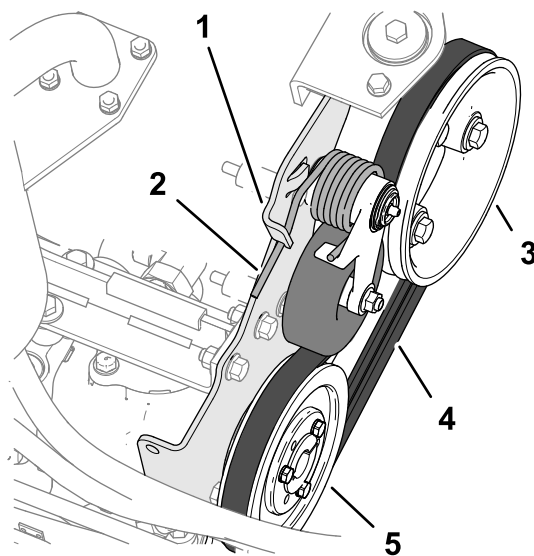

Рисунок 90
2. Потяните вниз за конец пружины натяжения ремня и выведите его из выемки в выступе крепления насоса, затем отведите конец пружины вперед (Рисунок 90).